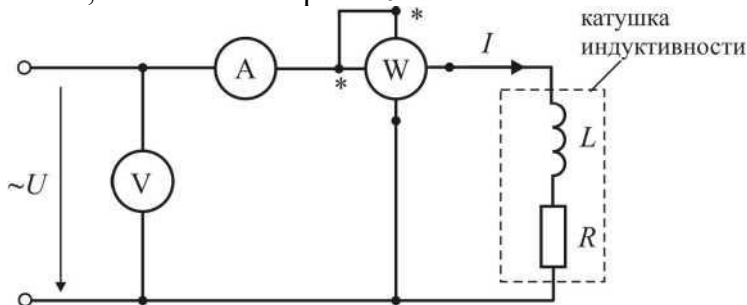

Рис. 1. Косвенное измерение параметров катушки индуктивности с использованием амперметра, вольтметра и ваттметра
4. Собрать схему 1 (рис.1).
1.1 Собрать схему 1: (рис.1, часть схемы, показанная синим цветом, собрана)